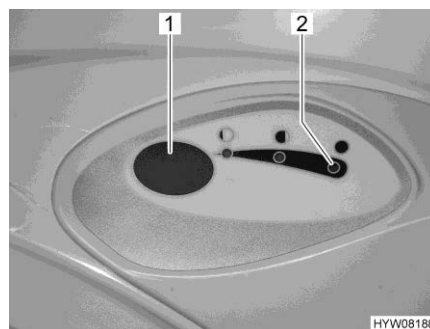

Bild 296 Spolknapp/kontrollampa
- För att spola, tryck på den blå spolknappen (Bild 296,1).
Kontrollampan (Bild 296,2) lyser när latrintanken måste tömmas.